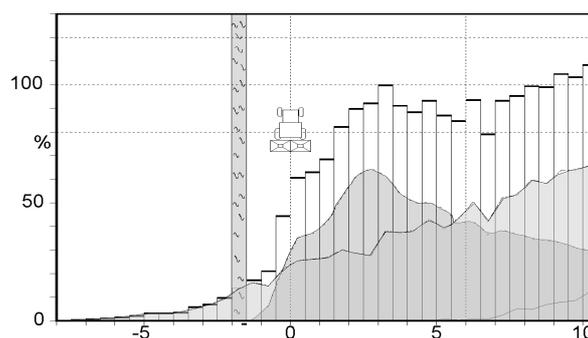
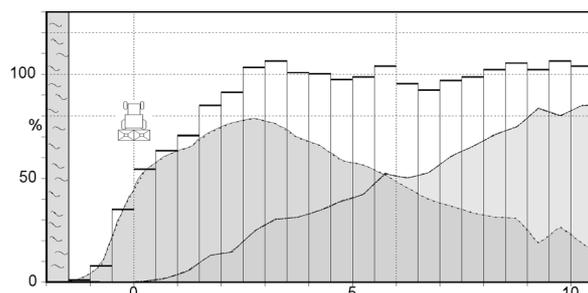

Fig. 9
Fig. 10
- Fahrgassen in Abständen von 10 bzw. 12 m anlegen (Fig. 9 und Fig. 10).
Bei der OM 10-16 beträgt die Wurfweite ca. 36 m (vgl. Fig. 10). Dadurch ergeben sich bei 15 und 16 m große Überlappungsbereiche, die für eine gleichmäßige Düngerausbringung vorteilhaft sind. Bei 10 und 12 m Arbeitsbreite kann diese große Wurfweite nachteilig sein, besonders beim Einsatz des Grenzstreuschirmes.
So ist z.B. das Grenzstreuen (mit Grenzstreuschirm) auf 1,5 m Abstand bei 16 m Fahrgassen gut, da kein Dünger über die Feldgrenze geworfen wird. Wird jedoch mit der selben Schaufelstellung (bei einigen Düngersorten, z.B. KAS, ist es möglich, mit der selben Schaufelstellung eine optimale Querverteilung bei 10-16 m Arbeitsbreite zu erzielen) auf 12 m oder auf 10 m Fahrgassenabstand gefahren, werfen die OM 10-16 bei der Rückfahrt beachtliche Düngermengen (ca. 4,5 bzw. 6,5 m weit) über die Grenze hinweg (siehe Fig. 9).
**Da laut Düngeverordnung das Düngen über die Feldgrenze hinaus nicht erlaubt ist**, ist eine Einhaltung der Verordnung für die oben genannten Einsatzfälle nur durch den Einsatz der OM 10-12 möglich (siehe Fig. 9).